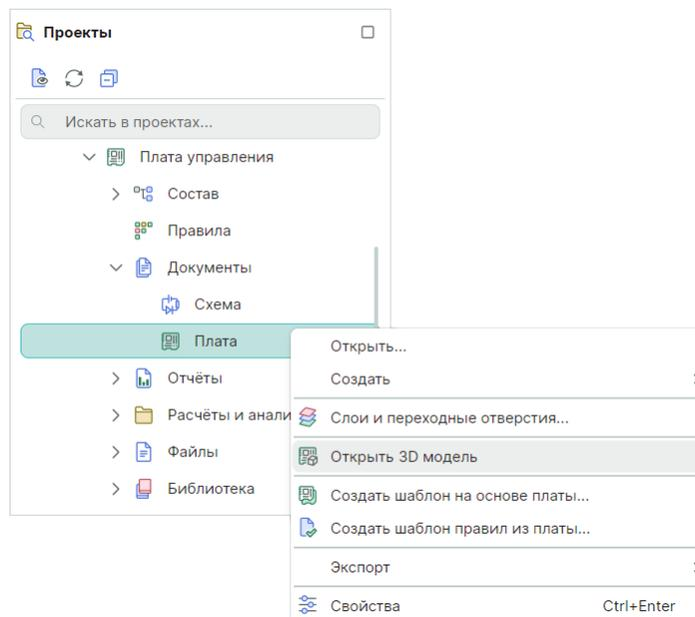

Рис. 534 Открытие 3D модели платы
- С помощью команды контекстного меню «Открыть 3D модель» для узла «Плата», см. Рис. 534.